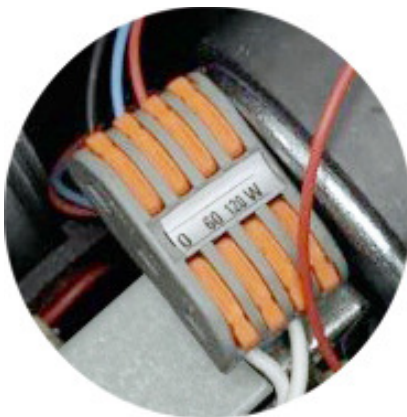

fig.3
3) eseguire i collegamenti dei fili sulla morsettiera come da esempio (fig.3): il negativo in 0 (zero) e il positivo nella potenza desiderata: